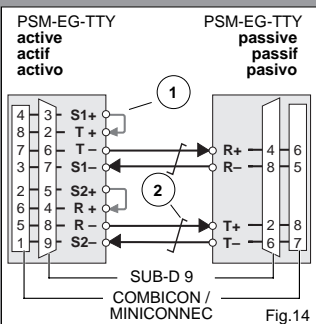

Fig.14
The desired operating mode **active**, **semi active** or **passive** is set via external cable bridges ① (Fig. 14/15) and determined by the wiring design.
Le mode de fonctionnement souhaité: **actif**, **semi-actif** ou **passif**, s'obtient par le biais de câbles-ponts externe ① (Fig. 14/15) et de la structure du câblage.